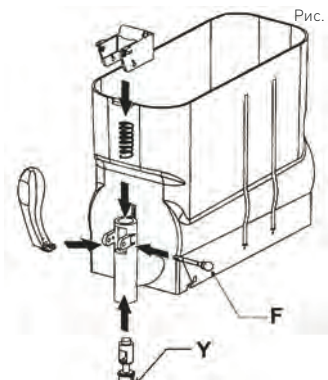

Рис. 23
- С помощью прилагаемой к устройству смазки, смажьте соответственно кран (Y) и соберите все детали..
- Вставьте штифт (F), удерживая рычаг крана (Смотри: Рис.23).
- Замените уплотнительное кольцо крана (C), если оно изношено или протекает.